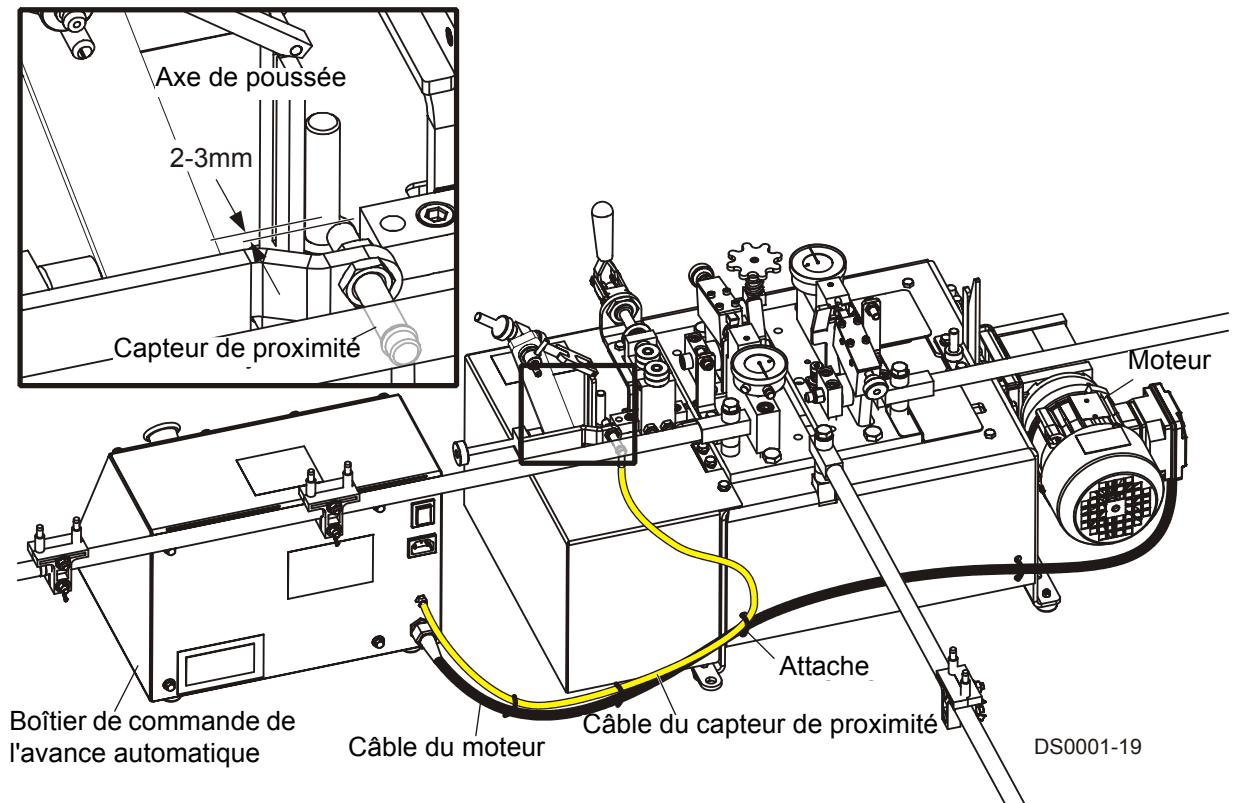

FIG. 3-6
**Voir Figure 3-6.** Fixez le boîtier de commande de l'avance automatique à proximité de l'avoyeuse à un emplacement approprié. Fixez les câbles du moteur avec des attaches si